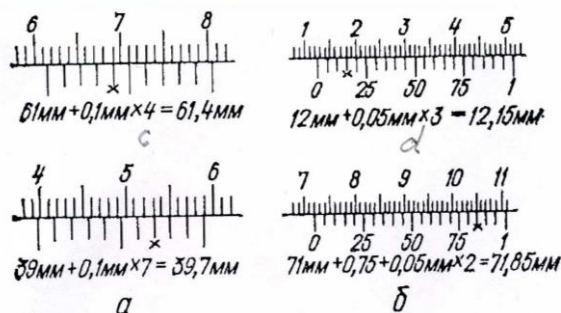

Рис.1. Примеры отсчета показаний по нониусам штангенинструментов
15. Прочитать показания штангенциркуля (рис.1).